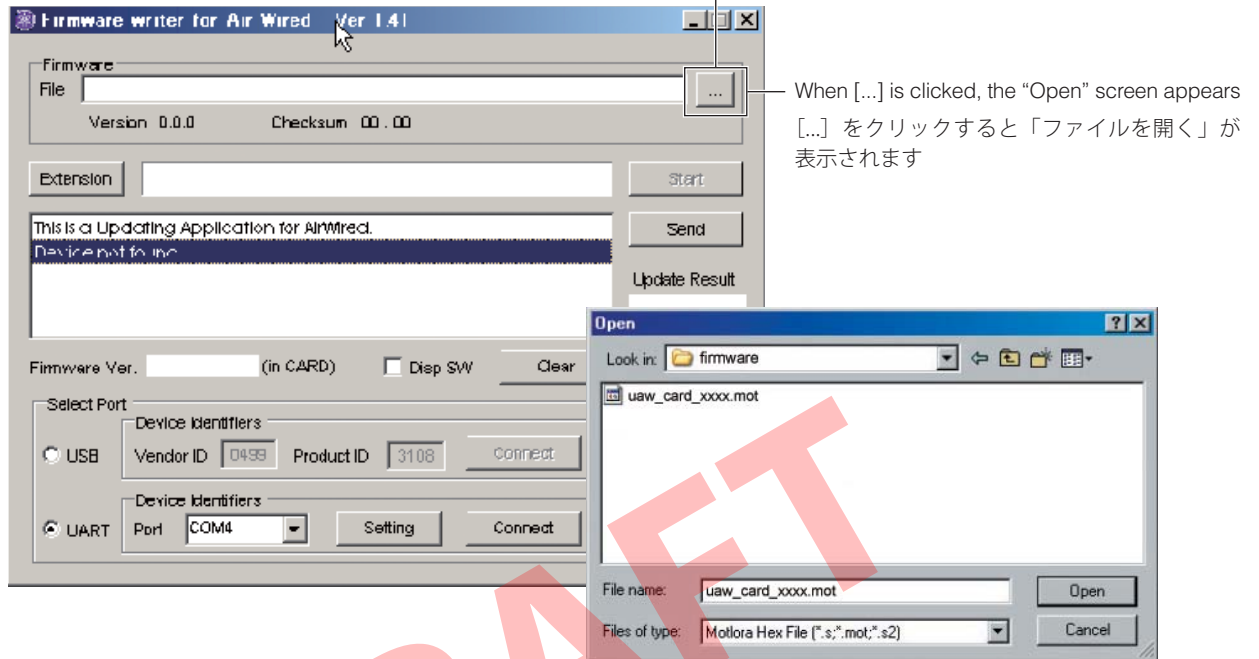

Fig. 4
4. Click [...] and select the firmware name. (Fig. 4)
4. [...] をクリックし、書き込むファームウェアを選択します。(Fig. 4)